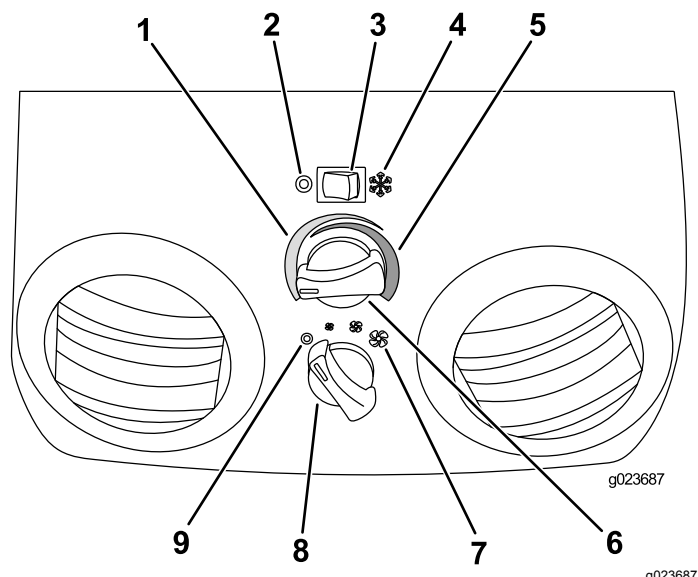

Figura 53
1. Presione el interruptor del AIRE ACONDICIONADO hacia la derecha para moverlo a la posición de ENCENDIDO (Figura 53).
3. Gire el mando de la TEMPERATURA hacia la izquierda hasta que llegue a la temperatura deseada (Figura 53).
4. Ajuste la VELOCIDAD DEL VENTILADOR a baja, media o alta (Figura 53).
1. Mueva el interruptor del AIRE ACONDICIONADO a la izquierda para APAGAR el aire acondicionado (Figura 53).
3. Gire el mando de la TEMPERATURA hacia la derecha hasta que llegue a la temperatura deseada (Figura 53).